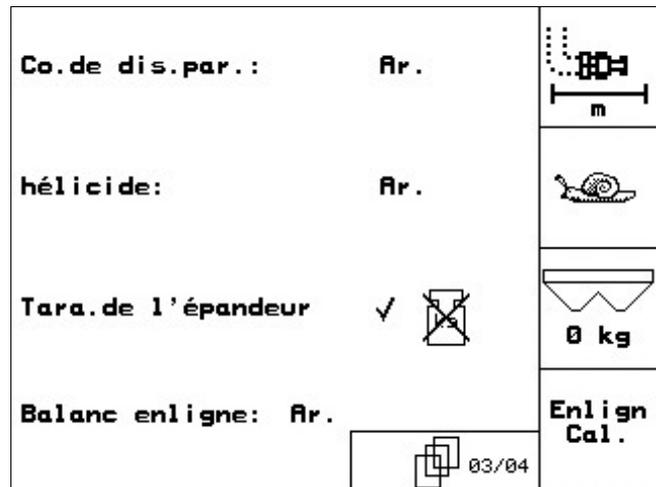

Fig. 49
-  activez l'hélicide (Fig. 49).